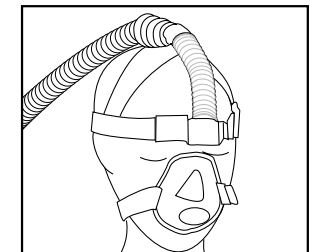

Figure 7
- Positionner et ajuster le masque sur le visage. Ajuster les sangles du harnais pour que le masque soit bien ajusté et confortable, **Figure 7**.